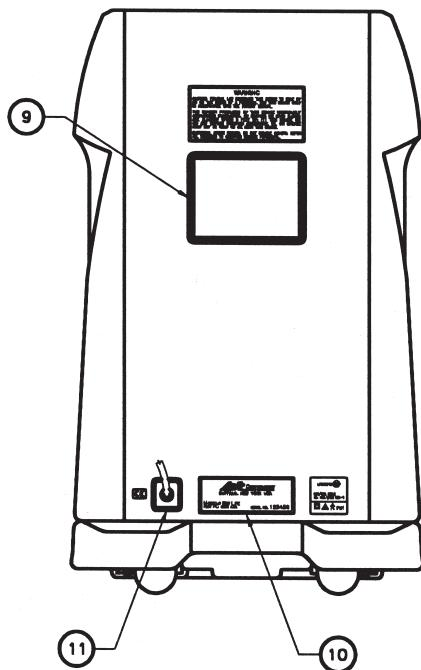

Fig. I.2
I. 2. Rear panel (Fig. I. 2)	2-GB
I. 2. Rear panel (Fig. I. 2)